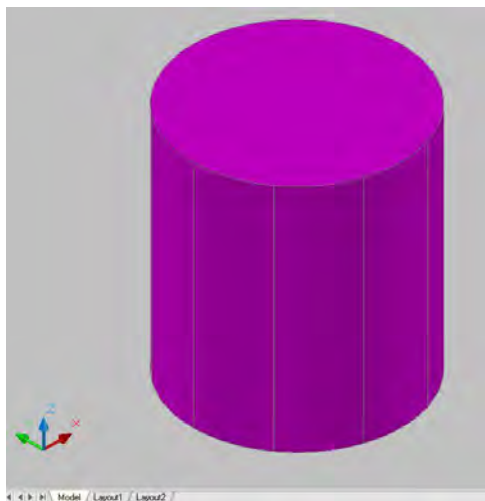

Рис. 2.9. Формирование цилиндра
**ЦИЛИНДР.** Команда CYLINDER формирует твердотельный цилиндр (рис. 2.9).